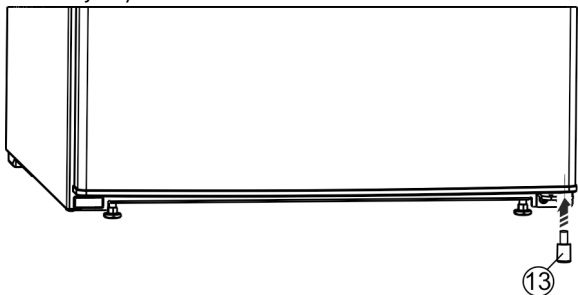

Fig. 24 *
- Distanční vložku Fig. 24 (13) opět vsadte vpravo dole do dveří; je důležitá pro stabilitu přístroje.*